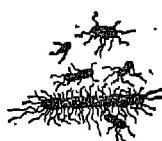

Fig. 8. — Microbes des viandes putréfiées.
a) C'est en particulier le cas pour les microbes de la putréfaction (fig. 8). Les viandes putréfiées prennent une teinte verdâtre, à reflets irisés, et elles dégagent une odeur infecte qui suffit à les rendre suspectes. Elles contiennent des poisons, appelés *ptomaines*, qui provoquent la diarrhée et des accidents parfois mortels.